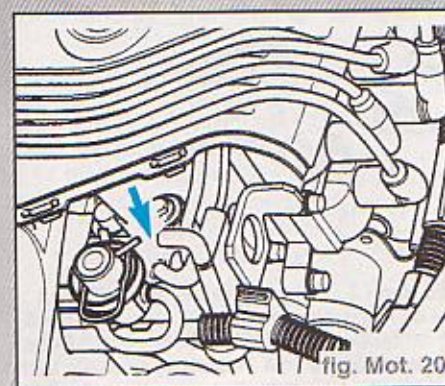

fig. Mot. 20
- Débrancher le flexible de dépression du régulateur de pression du carburant. La pression du carburant doit monter à env. **0** (fig Mot. 20).